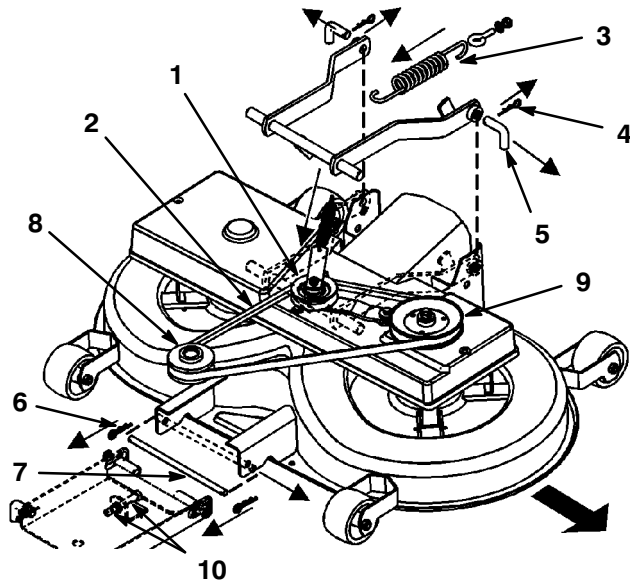

Abbildung 38
3. Den Führungsrollenarm hereinziehen und den V-Riemen von der Riemenscheibe abnehmen (Abb. 38).
4. Die Feder vom Einrückhebel lösen (Abb. 38).
6. Die Haarnadelklemmen von den beiden hinteren Stiften und die Stifte entfernen (Abb. 38). Zum Herausziehen des zweiten Stifts ist u. U. eine Zange erforderlich.
7. Die Haarnadelklemme vom vorderen Stift und den Stift entfernen (Abb. 38).
8. Den V-Riemen von der Motorriemenscheibe entfernen (Abb. 38).
2. V-Riemenscheibe und Führungsrollenarm ausbauen (Abb. 38).
2. Den unteren Stift der vorderen Aufhängung in die untere Schlitzposition umpositionieren, indem die beiden M12-Muttern an der vorderen Aufhängung entsprechend verstellt werden (Abb. 38).